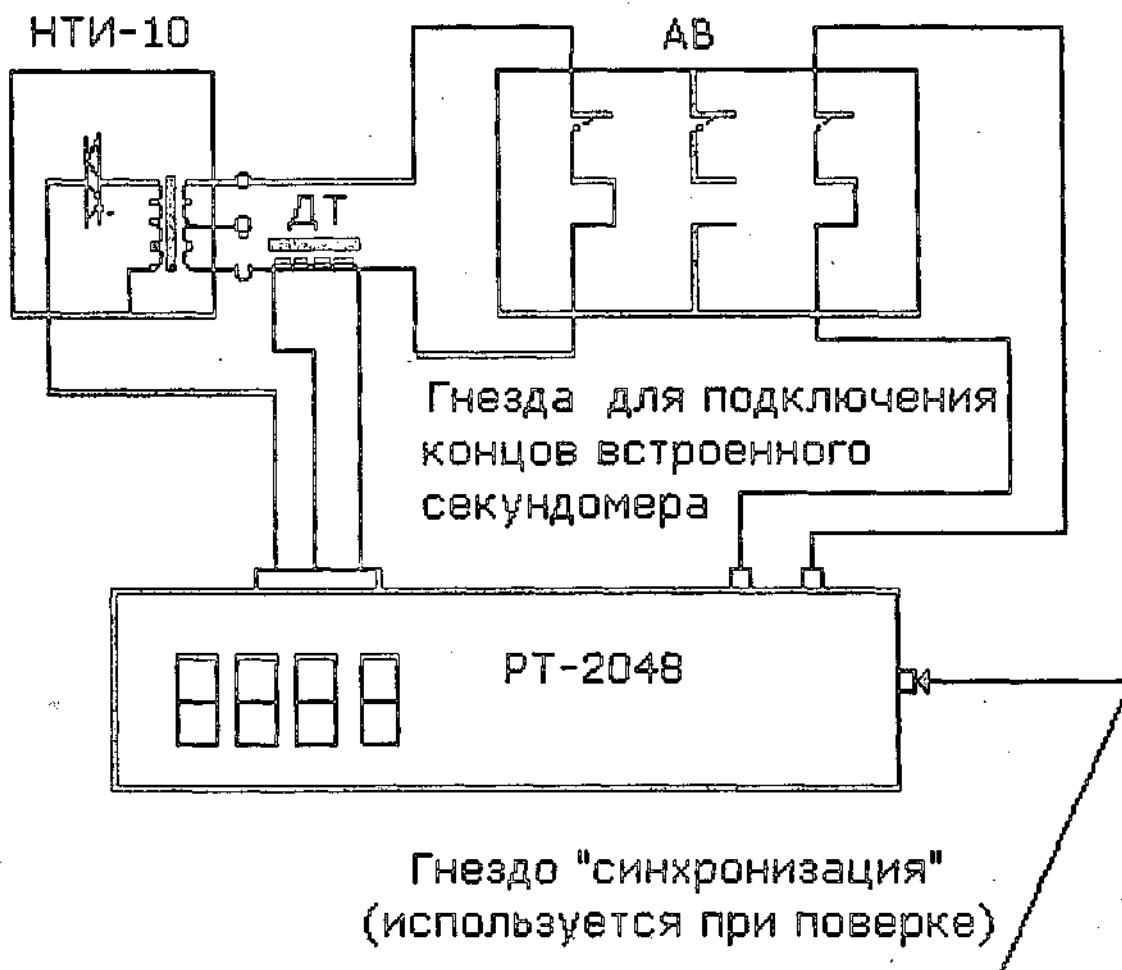

Рис.3
4.2. Испытание электромагнитных расцепителей (рис. 3).
- 4.3. Испытание тепловых расцепителей (рис. 3).